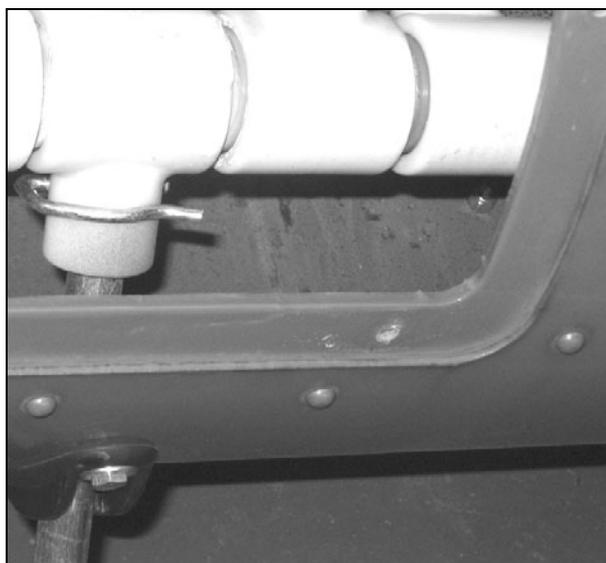

Рисунок 33
**ВАЖНОЕ ЗАМЕЧАНИЕ:** При установке подшипников чека должна находиться в положении, показанном на (Рис. 33) (вид жатки спереди, взгляд через смотровое отверстие). Таким образом, чека будет фиксировать задний край подшипника, на который приходится максимальная нагрузка при наличии скошенной культуры в жатке. При максимальной нагрузке на грабельные пальцы происходит небольшая деформация пластмассовых подшипников. Если чека будет расположена на переднем крае, то грабельные пальцы могут выйти из подшипников.